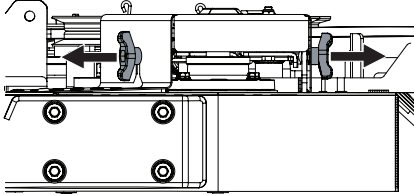

Figure 48
2. Retirez les boulons qui fixent les couvercles de courroie au plateau de coupe (Figure 48).